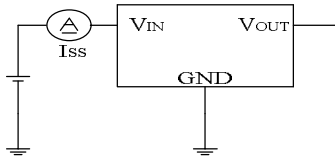

图2
- 3 I_{SS}:V_{IN}=18V 无负载时, 图 2 中电流表的电流值